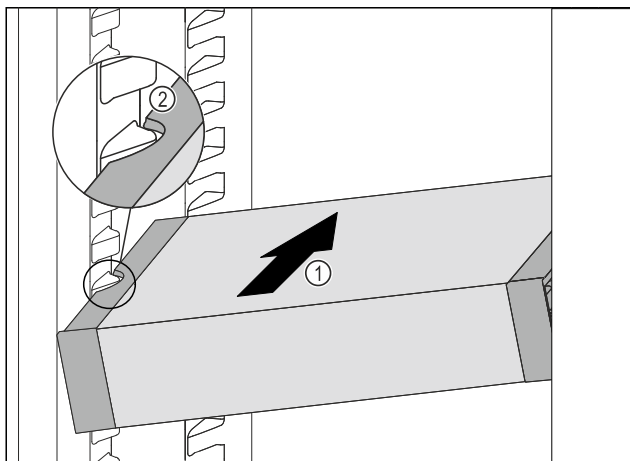

Fig. 73
- ▶ Predal VarioSafe potisnite v hladilnik poševno Fig. 73 (1), dokler nista stranska izreza Fig. 73 (2) predala VarioSafe na višini nastavka za posodo v hladilniku.